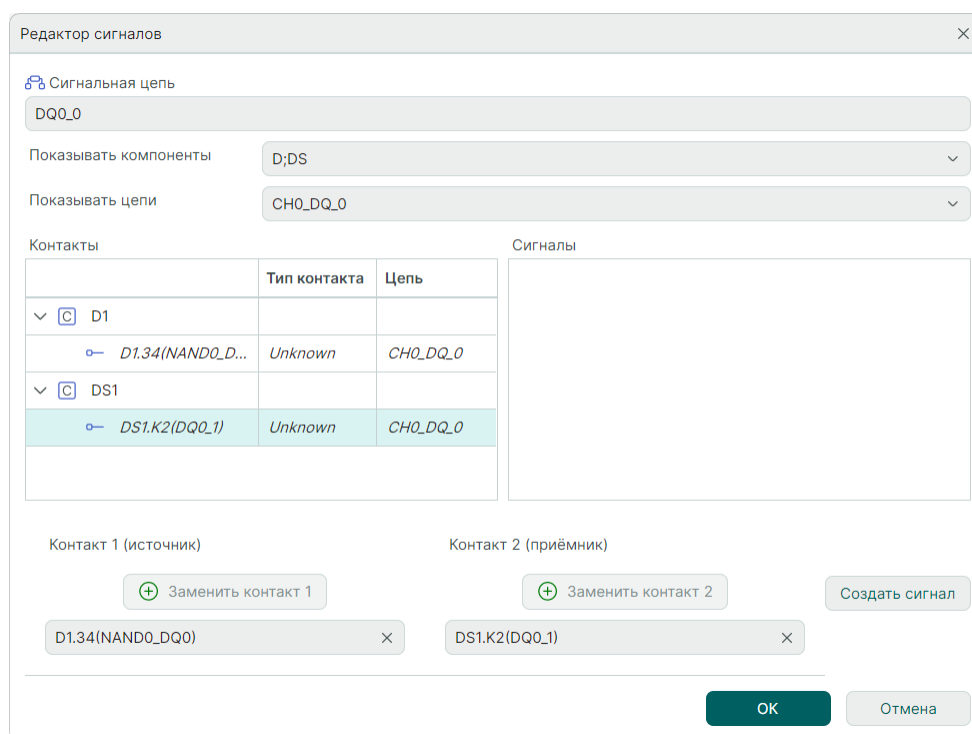

Рис. 148 Определение источника и приемника сигнала для контактов, входящих в отобранные цепи
5. В окне «Редактор сигналов» для контактов, входящих в отобранные цепи, определите источник и приемник сигнала, см. Рис. 148.